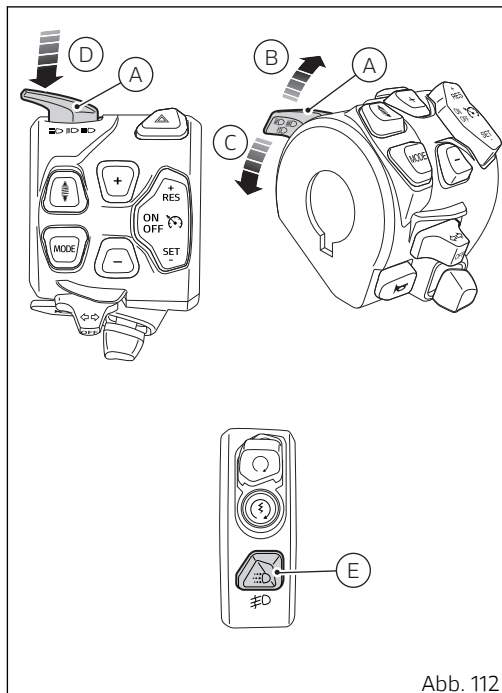

Abb. 112
Wurde die DRL-Beleuchtung auf den Modus „Auto“ gestellt, wird sie durch Drücken der Taste (E, Abb. 112) deaktiviert und das Beleuchtungsmanagement wechselt auf manuell. Bei erneutem Drücken der Taste (E, Abb. 112) wird die DRL-Beleuchtung mit auf „Manuell“ geschalteter Steuerstrategie wieder aktiviert.
Zum Aus- oder Einschalten der DRL-Beleuchtung muss die Taste (E, Abb. 112) betätigt werden.
- bei vorhandener DRL-Beleuchtung, die Taste (E, Abb. 112) lange gedrückt halten;
- bei vorhandener DRL-Beleuchtung, die Taste (E, Abb. 112) drücken.